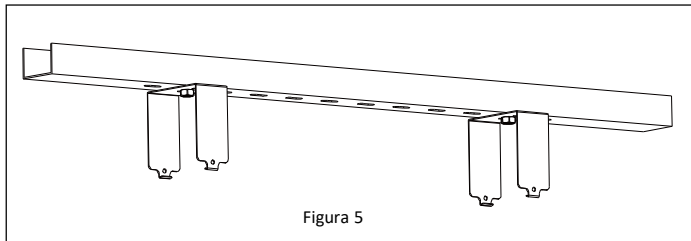

Figura 5
1. Monta los soportes en el techo o en un riel. **Ver Figura 5.**